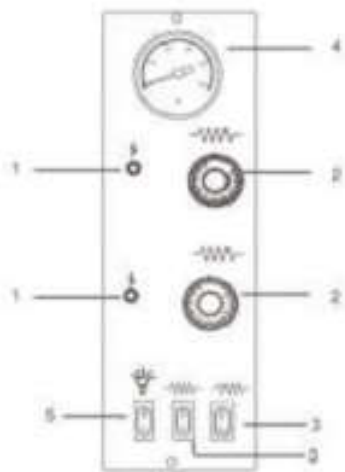
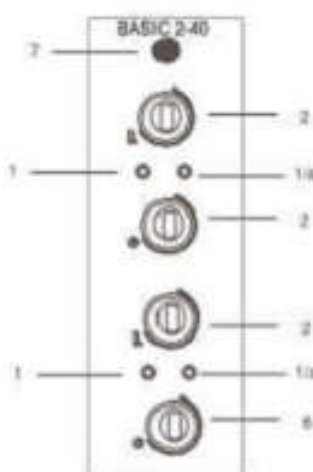

Рис.1 Панель печи
Рис.3 Панель печи
- 3) Переведите нагревательные элементы (рис.1,;2_3) в положение “I”; для печи 2/40: нажмите основной выключатель “рис.3_7”;
- 4) Включите ТЕНЫ, установив для термостатов (Рис.1, 2, 3 – функц.2) температуру 150°C, указанную на рукоятке настройки. Соответствующий красный свет, сигнализирующий о работе резисторов, загорится;
- 6) Отключите работающие ТЭНЫ, переведя показания термостатов (**Рис.1, 2, 3 – функц. 2**) в положение “0” и предупредительный свет погаснет. Для печи 2/40: нажмите основной выключатель и отключите нагревательные элементы;
- 8) Закройте дверцу и повторите операцию, как указано в пункте 4), установив термостаты (рис.1; 2_функц.2) на температуру **400°C**, указанную на кнопке. Для печи 2/40: установите термостаты (рис.3_функц.2) на температуру **350°C**.
- 10) Отключите ТЭНЫ, переведя показания термостатов (**Рис.1, 2, 3 – функц. 2**) в положение “0”;
- 12) В печи 2/40 Вы можете регулировать температуру приготовления, установив секунды при помощи таймера (рис.3_функц.6). После того, как время будет установлено, нагревательные элементы отключатся. Чтобы выбрать режим приготовления, переведите кнопку таймера (рис.3_функц.6) в положение “ON” повернув её влево.
- 2) Переведите выключатель нагревательных элементов (рис.1, 2_функц.3) в положение “I”; для печи 2/40: нажмите основной выключатель (рис.3_функц.7)
- 3) Включите ТЭНЫ, установив для термостатов (**Рис.1, 2 – функц. 2**), необходимую температуру, указанную на рукоятке настройки. При этом загорятся соответствующие светодиоды, подтверждающие, что ТЭНЫ действительно работают;
- 4) После того, как печь нагреется до необходимой температуры (см. пункт 9 настоящего параграфа), показания которой выводится на термометр (**Рис.1 – функц. 4**), можно поставить пиццу в печь для выпекания.
- 6) Для освещения внутренней части камеры выпечки нажмите на выключатель лампочки печи (**Рис.1-функц.5**).
- 1) Выключите печь, переведя выключатель тэнов печи (**Рис.1,2 – функц. 3**) в положение “0” и кнопки, которые регулируют термостаты (**Рис.1,2 – функц. 3**). Для печи 2/40: нажмите основной выключатель и отключите нагревательные элементы.